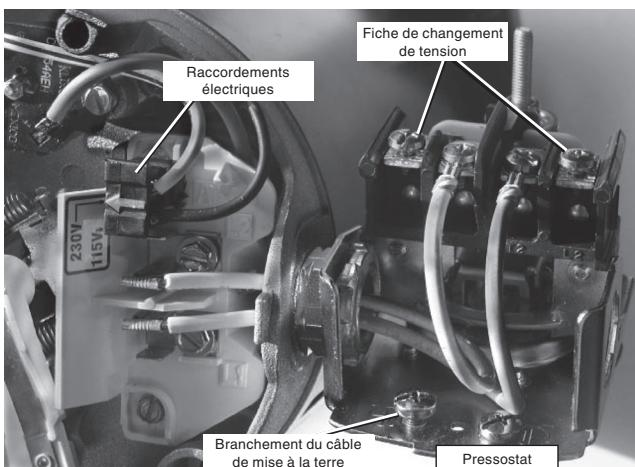

Figure 8 : Tension réglée à 230 volts, type de fiche
4. Fixez les fils d'alimentation entrants aux deux vis extérieures du pressostat comme illustré à la figure 8.
5. Fixez le fil de mise à la terre à l'un des raccordements de mise à la terre, comme illustré à la figure 8.